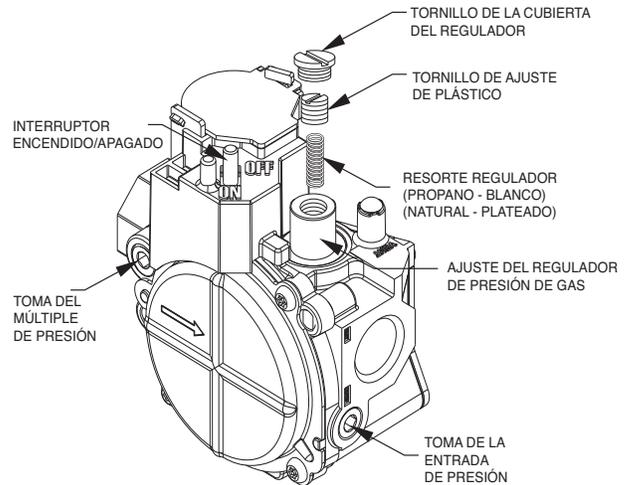
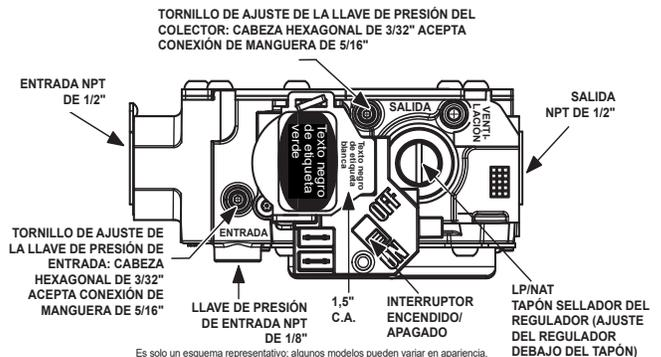

Fig. 13 – Válvula de gas de una etapa (modelos de 208/230 V CA)
Fig. 14 – Válvula de gas de una etapa con puertos de presión de torre
- a. Para las válvulas de gas estándar, retire la tapa de la toma de presión del colector con una llave Allen. (Consulte la Fig. 13). Instale la llave de presión y la manguera con boquilla para conectar al manómetro. Active el suministro de gas de la unidad.
- b. Para una válvula de gas con puertos de presión de torre, afloje el tornillo de ajuste en la llave de presión de la torre del colector, sin dar la vuelta completa, con una llave hexagonal de 3/32 in. (Consulte la Fig. 14). Conecte el manómetro deslizando la manguera de conexión de 5/16 in sobre el puerto de presión de la torre del múltiple. Active el suministro de gas de la unidad.
1. Quite el tornillo de la cubierta del regulador sobre el tornillo de ajuste plástico de la válvula de gas (consulte Fig. 13 y Fig. 14).
2. Gire el tornillo de ajuste plástico hacia la derecha para aumentar la entrada de gas, o gire el tornillo de ajuste plástico hacia la izquierda para disminuir la entrada (consulte Fig. 13 y Fig. 14). La presión del múltiple debe estar entre 3,2 y 3,8 in C.A.
3. Vuelva a colocar el tornillo de la cubierta del regulador en la válvula de gas (consulte Fig. 13 y Fig. 14).
- a. Para válvulas de gas estándar, retire la manguera del manómetro y la toma de presión dentada. Reemplace la tapa de la toma de presión con una llave Allen. (Consulte la Fig. 13).
- b. Para válvulas de gas con puerto de presión de torre, quite la manguera de conexión. Apriete el tornillo de ajuste en el puerto de presión del colector con una llave hexagonal de 3/32 in. (Consulte la Fig. 14).